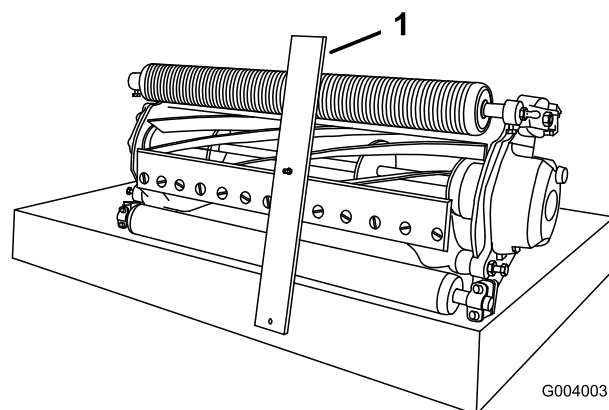

Figura 10
- Prenda a cabeça do parafuso à extremidade cortante da lâmina de corte e apoie a extremidade traseira da barra no rolo traseiro (Figura 10).